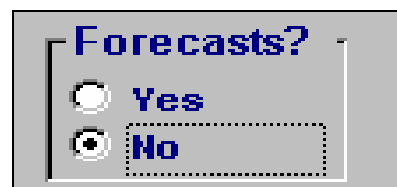

Figura 8-7 — Opciones del recuadro Pronósticos
4. Haga clic con el cursor apuntando en la celda No (vea la Figura 8-7).